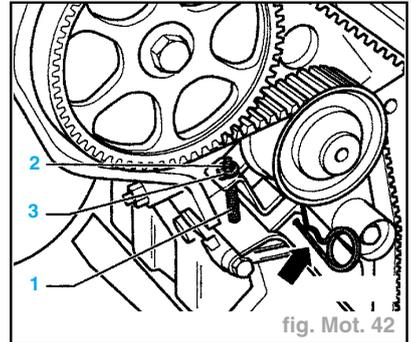

fig. Mot. 42
- Visser la goupille filetée M5x55 (1) dans le tendeur de la courroie crantée. Serrer sur la goupille filetée (1) l'écrou hexagonal (2) avec la grande rondelle d'ajustement (3) (fig. Mot. 42).
- Sortir le crochet de sécurité (flèche) et détendre le piston de pression du tendeur pour la courroie crantée. Dévisser la goupille filetée (1) (fig. Mot. 42).